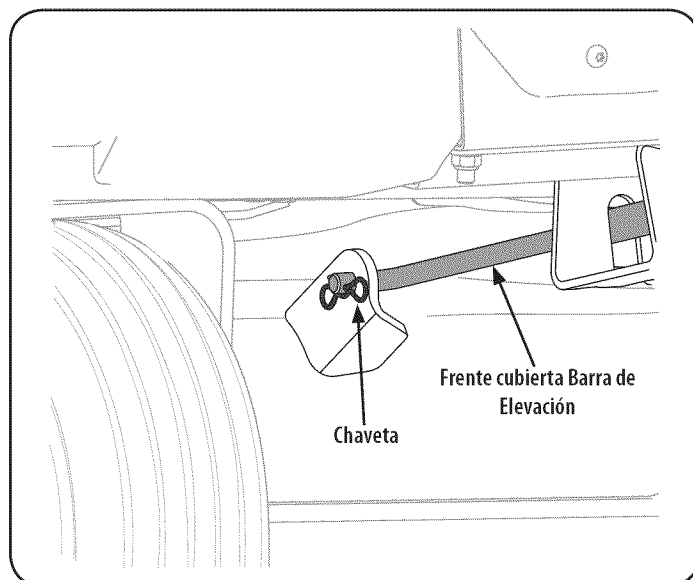

Figura 34
6. Tire del pasador de la varilla de elevación de la plataforma frente a la fijación a la cubierta. Ver Figura 34. Deslice la barra de elevación de la plataforma de la ménsula de suspensión frontal.
6. Vuelva a instalar la barra de elevación de la plataforma delantera y fíjela con el pasador . Consulte la Figura 34 .